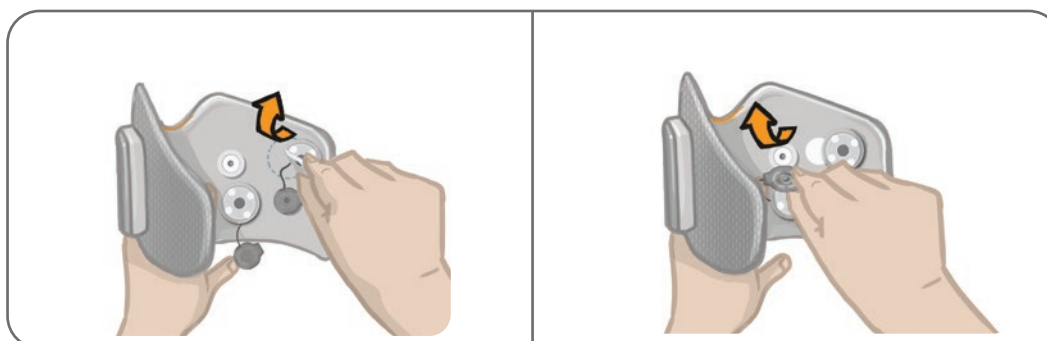

Figura 11-10: Introducerea bazelor pentru electrozi noi (Stânga) Fixarea clemelor bazei pentru electrozi (Dreapta)
4. Introduceți bazele pentru electrozi noi în aceeași locație în care fuseseră amplasate cele vechi. Consultați Figura 11-10.
5. Fixați capsele bazelor pentru electrozi în orificiile acestora. Consultați Figura 11-10.